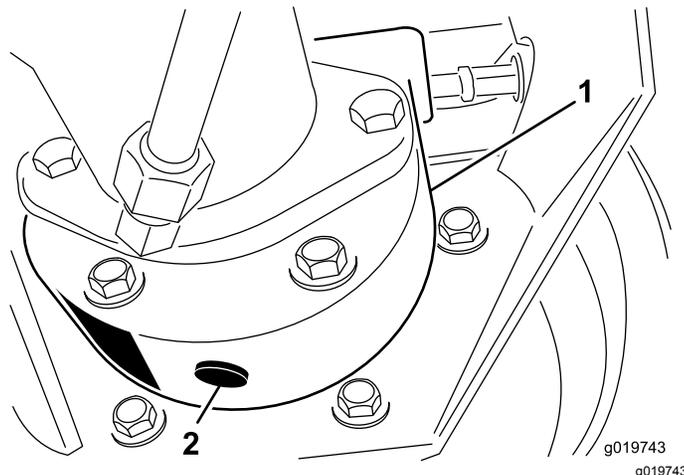

Рисунок 73
3. Подставьте поддон под корпус тормоза, снимите пробку сливного отверстия и дайте маслу стечь (Рисунок 73).